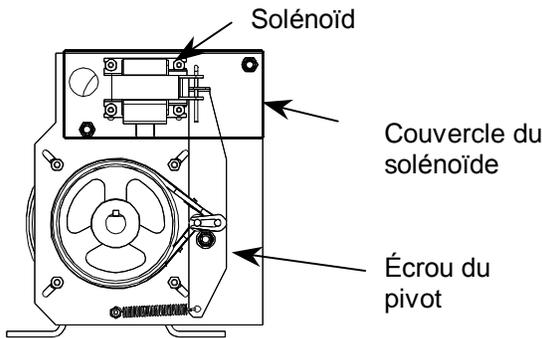

Figure 20 Dispositif de freinage
1. Enlevez le couvercle du solénoïde (Figure 20).
2. Dévissez légèrement l'écrou du pivot (Figure 20).